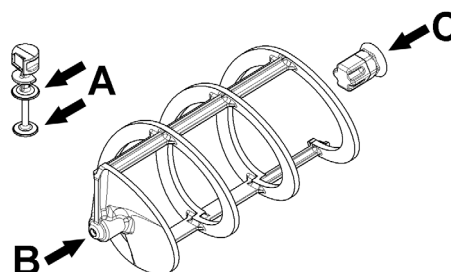

figura 16
- 2 Lubrificare il pistone rubinetto, il giunto esagonale ed il mescolatore nei punti indicati in figura 16 utilizzando esclusivamente il grasso in dotazione con la macchina o altro grasso per uso alimentare.